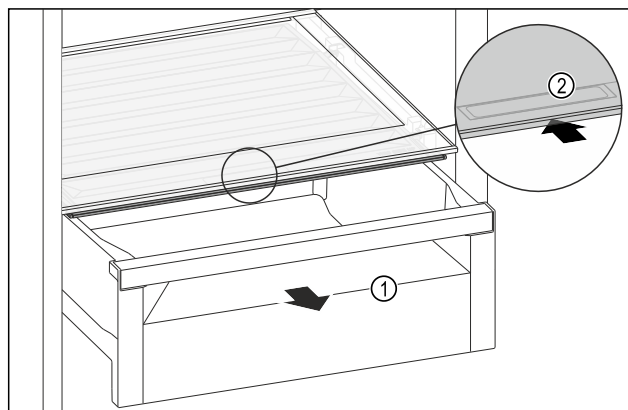

Fig. 111
- ▶ Træk skuffen Fig. 111 (1) ud.
- ▶ Tag fat i grebsforsænkningen Fig. 111 (2) i bokslåget, og skub samtidigt bokslåget tilbage.